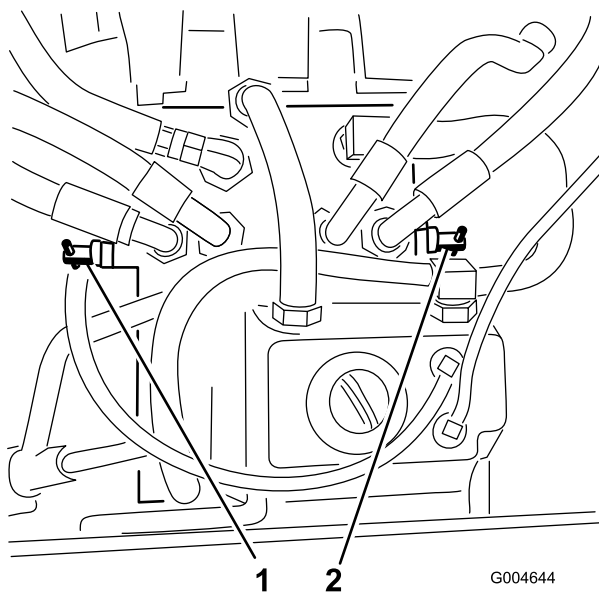

Figura 65
2. Localice las válvulas de desvío (Figura 65) y gire cada válvula de desvío una vuelta en sentido antihorario.
4. Cierre las válvulas girando cada válvula una vuelta en sentido horario (Figura 65).